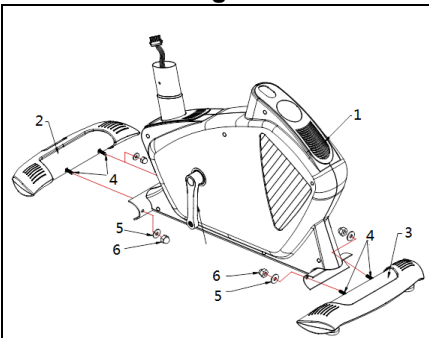
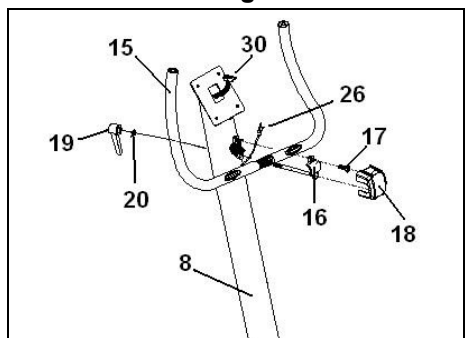
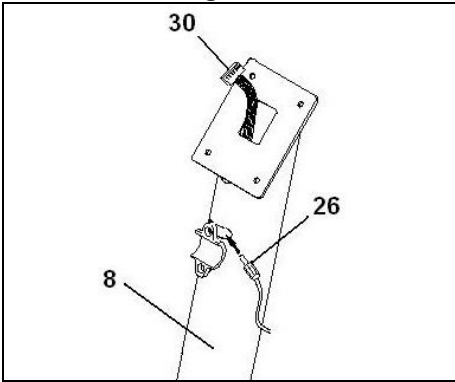

Fig.3
Fig.3A
Fig.3B
Posicione el manillar (15) en el tubo de manillar (8), Fig.3, introduzca el cable del hand-grip (26) por la ranura como muestra en la Fig.3A y Fig.3B, sáquelo por la parte superior del tubo manillar. Coloque la brida de fijación manillar (16), coloque el tornillo (17) sin apretar del todo, meta la arandela (20) y la palanca de apriete manillar (19), posicione el manillar y apriete suavemente, coloque la tapa protección de brida (18).